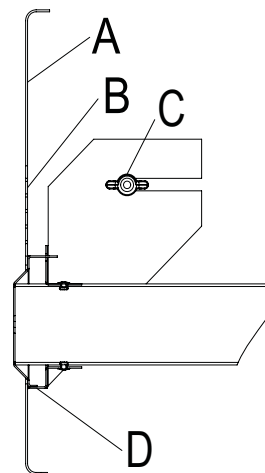

Figure 2
1. Positionnez et fixez les supports de montage au cadre de la porte sur chaque côté de l'ouverture, en laissant 5/16" à partir de l'extrémité de l'avant du support jusqu'à l'extérieur de la voiture coach. Voir fig. 2.